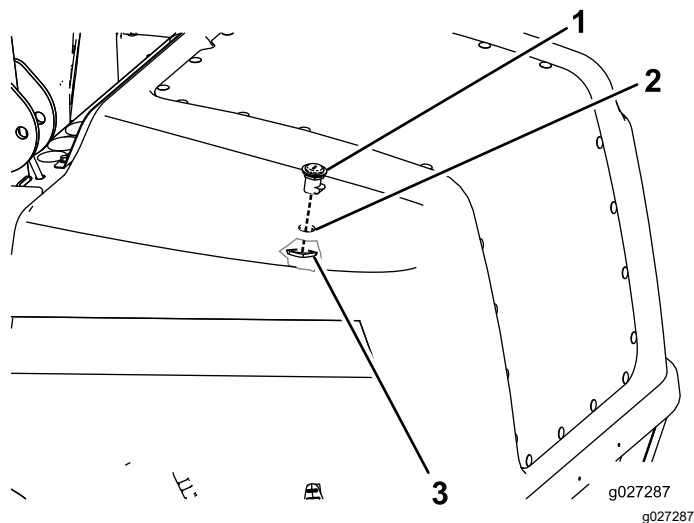

Figura 4
11. Instale la cerradura a través del capó y del soporte de la cerradura, con el enganche hacia adelante (Figura 4).
12. Instale la tuerca de bloqueo en la parte inferior de la cerradura para sujetarla en su sitio (Figura 4).